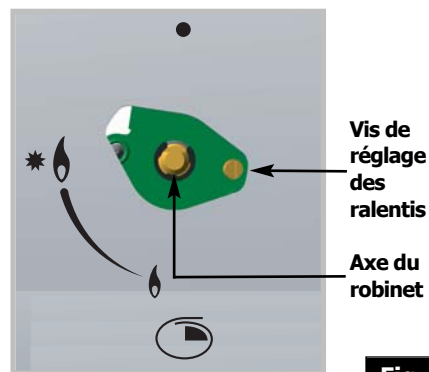

Fig. 4
- A l'aide d'un petit tournevis plat, **vissez à fond** la vis de réglage des ralenti en laiton (jaune) (**fig. 4**), **dans le sens des aiguilles d'une montre**.
Dévissez la vis de réglage des ralenti en laiton (jaune), (**fig. 4**), à l'aide d'un petit tournevis plat, de **2 tours dans le sens inverse des aiguilles d'une montre**.